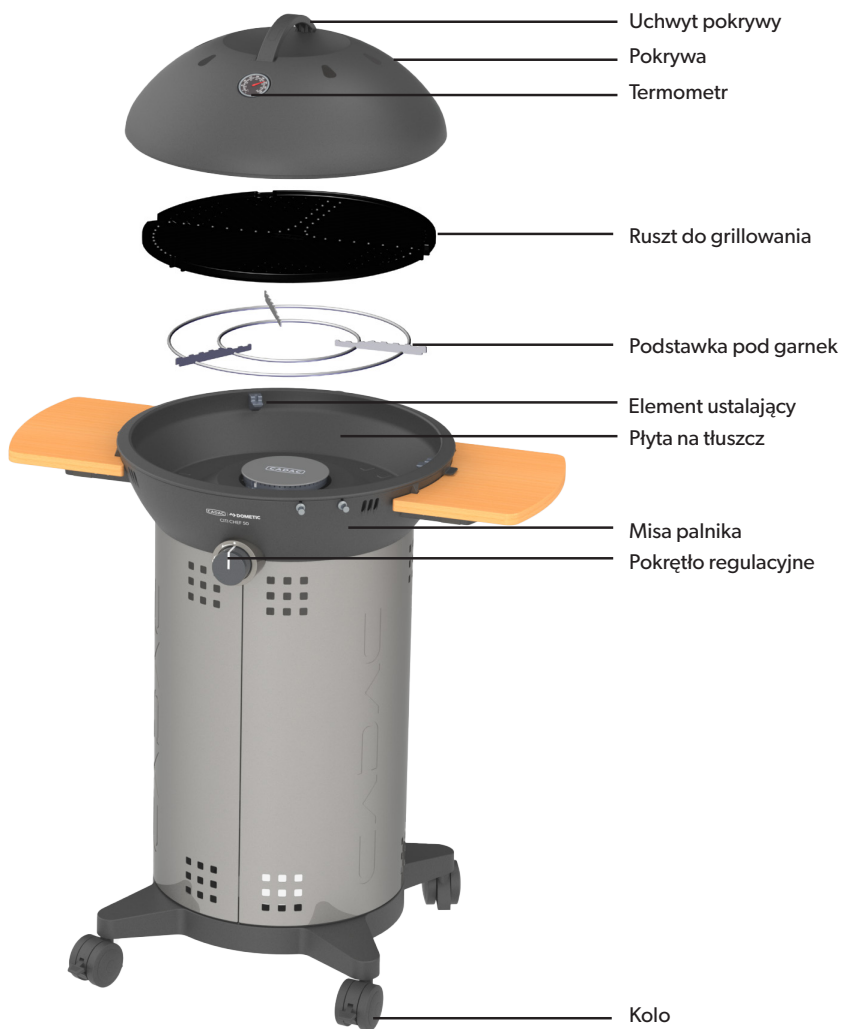

Rys. 6
- Aby sprawdzić widoczność płomienia, na ruszcie grilla znajduje się wizualna szczelina. Widoczność płomienia można również obserwować przez szczeliny w siatce. (Rys. 6)